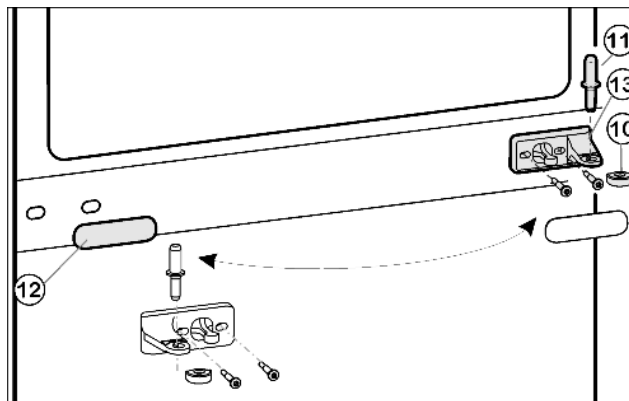
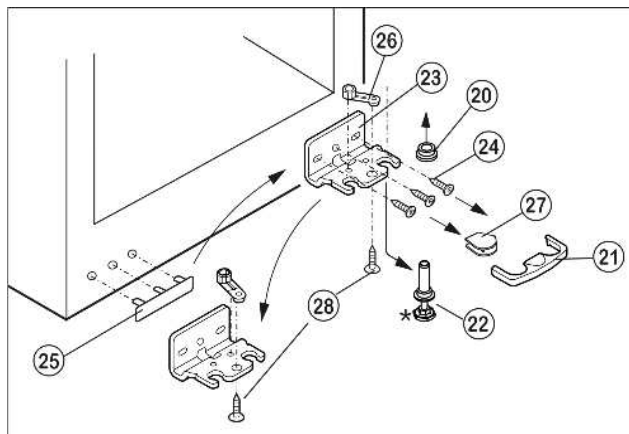

Fig. 5
Fig. 6
- Вытащите из опорного кронштейна и нижней дверцы средний опорный палец Fig. 5 (11).
- Пластмассовый колпачок Fig. 5 (10) снимите.
- Снимите средний опорный кронштейн Fig. 5 (13).
- Осторожно снимите накладку Fig. 5 (12).
- Открутите средний опорный кронштейн Fig. 5 (13) и прикрутите его с поворотом на 180° на новую сторону шарнира.
- Защелкните накладку Fig. 5 (12), повернув на 180°, на стороне, где теперь будет ручка.
- Предохранитель Fig. 6 (21) снимите движением вперед.
- Снимите крышку Fig. 6 (27)*.
- Вытяните опорный палец Fig. 6 (22) вниз и вперед. При этом следите за гнездом шарнира Fig. 6 (20).
- Открутите опорный кронштейн Fig. 6 (23)(3 шт. Torx 25) Fig. 6 (24).
- Открутите опорную деталь Fig. 6 (26)(1 Torx 25) Fig. 6 (28) и, переставив в отверстие на противоположной стороне опорного кронштейна, снова прикрутите.
- Осторожно приподнимите и переставьте крышку Fig. 6 (25) со стороны ручки.
- Снова прикрутите опорный кронштейн Fig. 6 (23) на новой стороне шарнира, при необходимости с помощью аккумуляторного шуруповерта.
- ▶ Установите крышку *Fig. 6 (27)* на противоположной стороне.*
- ▶ Предохранитель (21) нужно зафиксировать сбоку на кронштейне, чтобы опорный палец и двери были защищены от выпадения.
- ▶ Снова защелкните предохранитель (21) на опорном кронштейне.
- ▶ Наденьте гнездо шарнира *Fig. 6 (20)*.
- ▶ Установите нижнюю дверцу сверху на нижний опорный палец *Fig. 6 (22)*.
- ▶ Снова наденьте пластмассовый колпачок *Fig. 5 (10)* на средний опорный кронштейн *Fig. 5 (13)*.
- ▶ Вставьте средний опорный палец *Fig. 5 (11)* на новой стороне шарнира через средний опорный кронштейн *Fig. 5 (13)* в нижнюю дверцу.
- ▶ Установите верхнюю дверцу на средний опорный палец *Fig. 5 (11)*.
- ▶ При необходимости выровняйте дверцы через два продольных паза в нижнем опорном кронштейне *Fig. 6 (23)* и среднем опорном кронштейне *Fig. 5 (13)* параллельно корпусу устройства. Для этого выкрутите средний винт на нижнем опорном кронштейне *Fig. 6 (23)*.